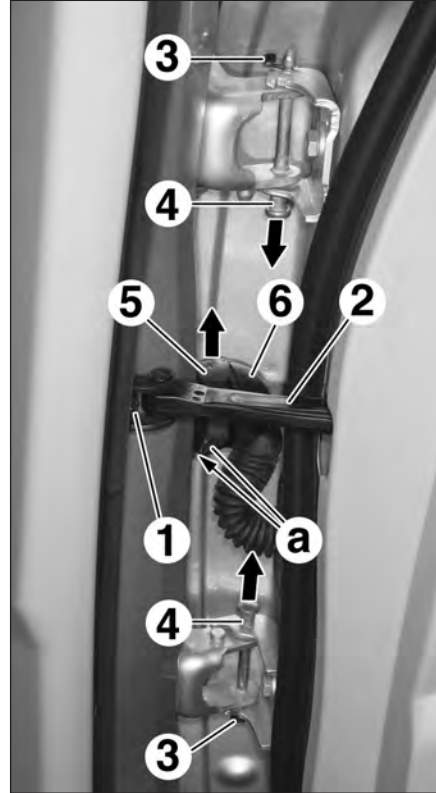

FIG.160
- la vis (1) du tirant de porte (2) (Fig.160),
- les agrafes (3),
- les axes (4).
- Dégrafer le verrou (5) en (a) du connecteur (6).
- Soulever le verrou (5) suivant la flèche.
- Débrancher le connecteur (6).